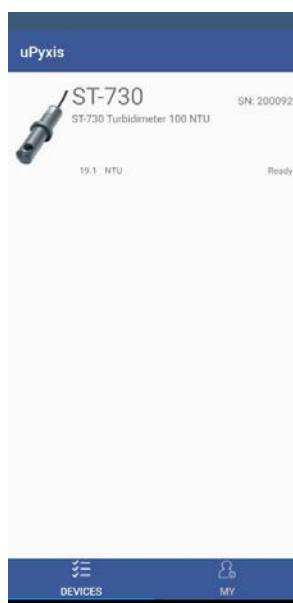

Figura 8.
3. Se a conexão for bem-sucedida, será exibida a série ST-730 e seu Número de Série (SN) (Figura 8).